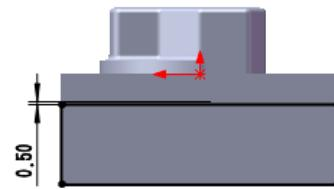

图 16.2.23 横断面草图
② 定义横断面草图。在草图环境中绘制图 16.2.23 所示的横断面草图。
(3) 定义切除深度属性。在“切除—拉伸”对话框 **方向 1** 区域的 下拉列表中选择 **给定深度** 选项, 在 中输入深度值 5.0, 其他选择默认设置值。
(4) 单击对话框中的 按钮, 完成切除—拉伸 3 的创建。